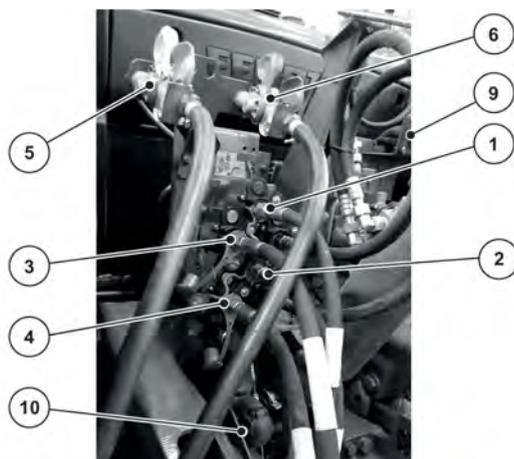

Fig. 26: Ordre de raccordement des câbles de la machine au tracteur
Voir Fig. 26
- ▶ Veuillez observer les étapes pour le raccordement : Voir Fig. 26 *Ordre de raccordement des câbles de la machine au tracteur*